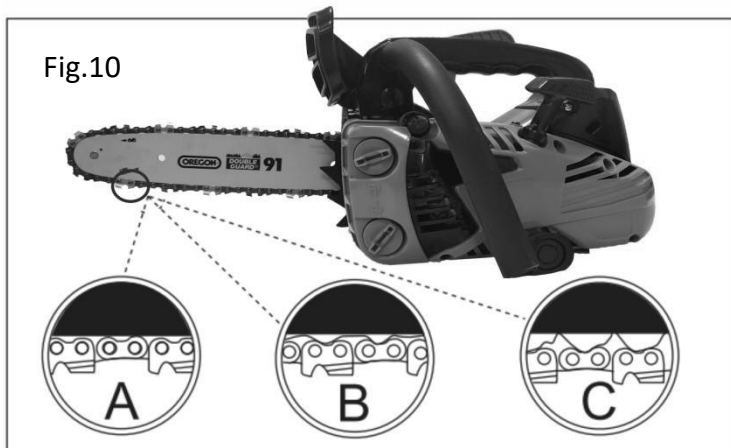

Fig.10
Le mécanisme peut s'user beaucoup plus rapidement si la chaîne est trop lâche ou trop tendue. Regardez la fig. 10, qui montre la tension correcte pour une chaîne froide (A), une chaîne chaude (B) et une chaîne dont la tension doit être ajustée (C).